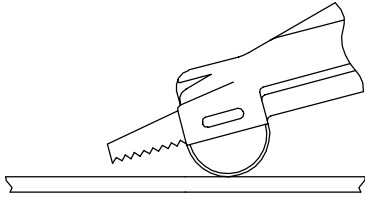

Abbildung 1
1. Die Säge wie in Abbildung 1 halten: die Sägenführung liegt fest am Werkstück an, und die Spitze des Sägeblatts berührt das Werkstück nicht. Den Drücker betätigen.